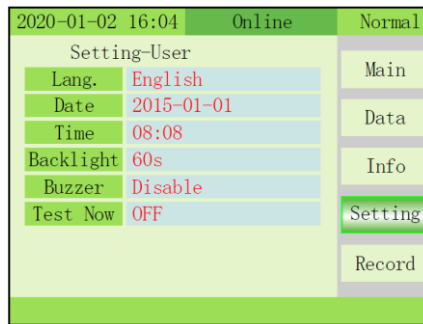

Fig. 3-14 Menú Setting
- 9) SETTING-User: Pulse  para visualizar los datos de Ajustes especiales (Fig. 3-14). Pulse  brevemente para pasar a la página de configuración, luego pulse la tecla OFF para entrar en la página de configuración del usuario. Pulse  la tecla para cambiar el elemento, pulse la tecla OFF para entrar en el elemento y pulse  para cambiar el valor, pulse la tecla OFF para confirmar el ajuste.